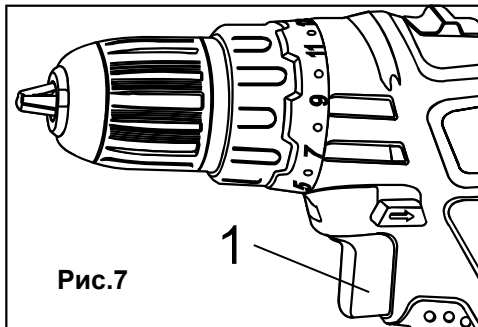

Рис.7
Шуруповерт оснащений кнопкою включення (1) із плавним регулюванням числа обертів. Повільне обертання відбувається при легкому натисканні на кнопку й збільшується при більш сильному натисканні (Рис. 7).